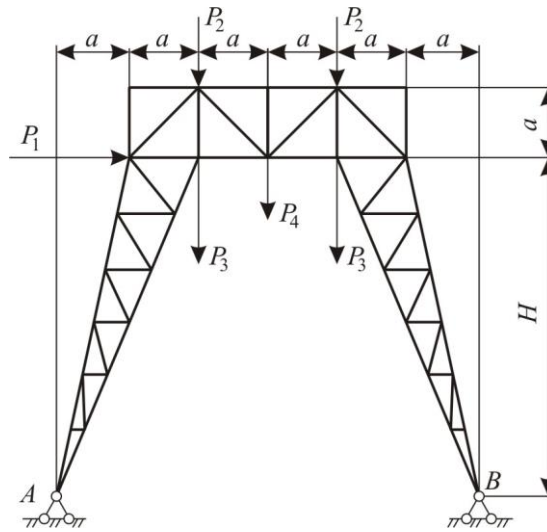

Рисунок 15
11. Залежності (1) і (2) показують, що переміщення опорних реакцій дорівнюють нулю. Користуватися варто тим рівнянням, де простіша одинична епюра, що значно зменшить обсяг розрахунків.
**Завдання 8.** Визначити зусилля у стрижнях ферм, поданих на рис. 15 і 16.
Дані до рис. 15